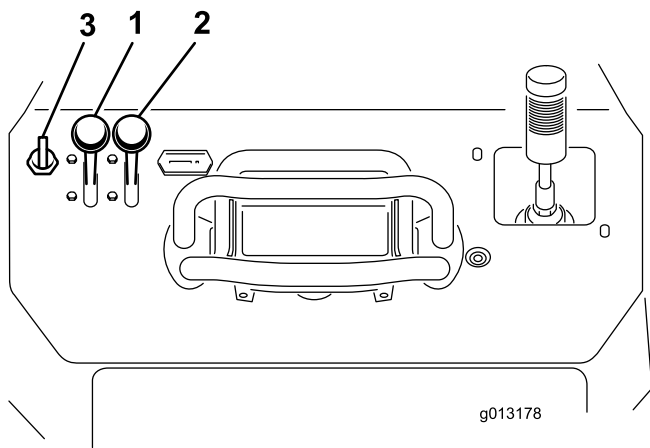

Figura 20
1. Mueva la palanca del acelerador a un punto intermedio entre las posiciones Lento y Rápido (Figura 20).
- Mueva la palanca del estárter a la posición de Abierto (Figura 20).
- Gire la llave a la posición de Conectado (Figura 20). Cuando el motor arranque, suelte la llave.
- Mueva la palanca del estárter a la posición de Cerrado (Figura 20). Si el motor se cala o funciona de forma irregular, active el estárter otra vez hasta que el motor se caliente.
- Mueva la palanca del acelerador a la posición deseada (Figura 20).
- Mueva la palanca del acelerador a la posición de Lento (Figura 20).
- Gire la llave a Desconectado (Figura 20).